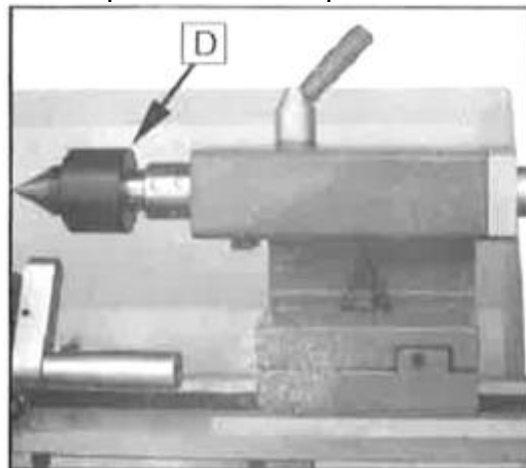

Рис. 29
5. Отвинтите гайку (D, рис. 29) с ходового винта или гайку (Е, рис. 19) с четырехгранных болтов, чтобы снять передние переключающие колеса.